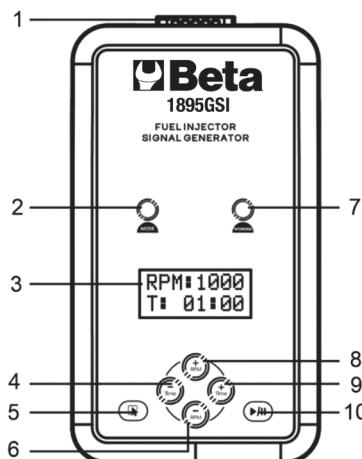

Fig. 1
- Vælg den ønskede simulerede rotationshastighed ved at trykke på knapperne '+' (8 fig. 1) og '-' (6 fig. 1).
- Indstil processens varighed ved at trykke på knapperne '+' (9 fig. 1) og '-' (4 fig. 1) for.